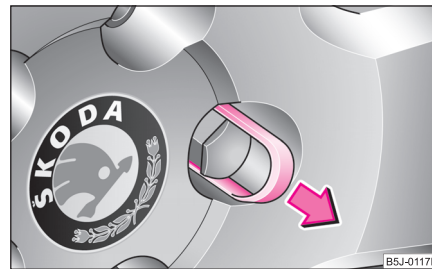

Fig. 171 Changement de roue: Enlever le capuchon du boulon de roue
- Retirez le chapeau de la roue au moyen de l'**agrafe en plastique** ⇒ fig. 171.